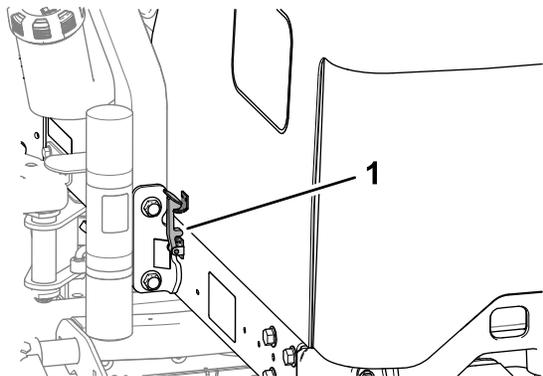

Рисунок 52
2. Поднимите капот вверх и откиньте назад (Рисунок 52).